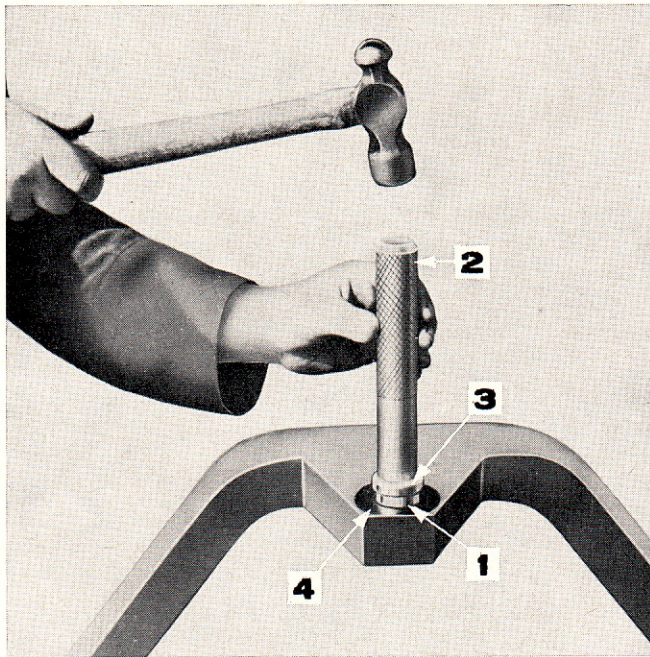

Figure 17: Pose de la bague d'axe de support arrière
1. Vérifier les bagues des axes de support du berceau. Rechercher les traces d'usure excessive ou de détérioration. S'il faut renouveler la bague arrière, employer les outils No. T815 et T807 pour la chasser et la reposer, figure 17. Pour renouveler la bague de support avant, chasser le bouchon de retenue de graisse. Déposer la bague du berceau. S'assurer que l'alésage reste intact. Poser la nouvelle bague à l'aide de l'adaptateur à épaulement No. 630-S. Poser le bouchon de retenue de graisse de la bague.